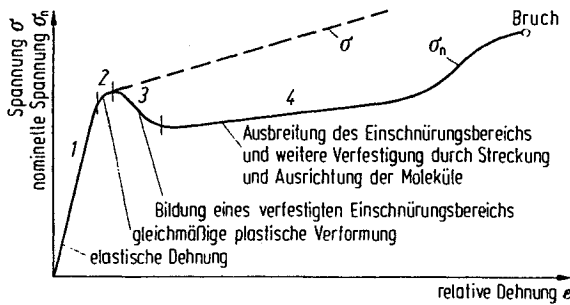

Bild A 9.2
2. siehe Erläuterungen in Bild A 9.2